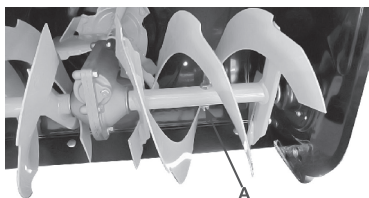

Рис.15
- Вставьте новый срезной болт (А) Рис.15.